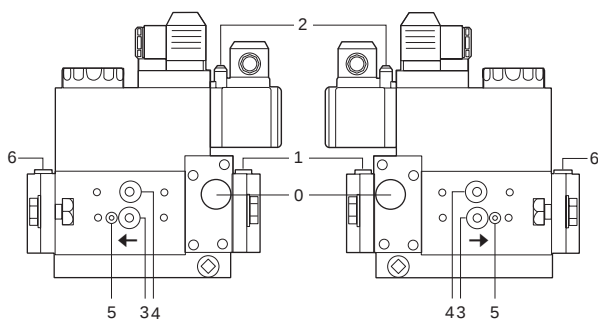

Fig. 35
- Pulizia filtri valvole gas (Fig. 35 e seguenti).